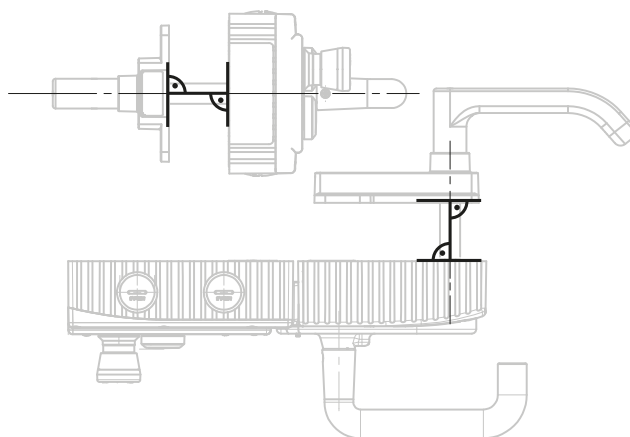

Рис. 7. Пример монтажа для двери с правым упором (обзорное изображение)
- Выровнять ось разблокировки для эвакуации под прямым углом к модулю ручки. См. Рис. 4 и Рис. 7.
Этапы монтажа представлены на Рис. 7 и Рис. 8–Рис. 13.